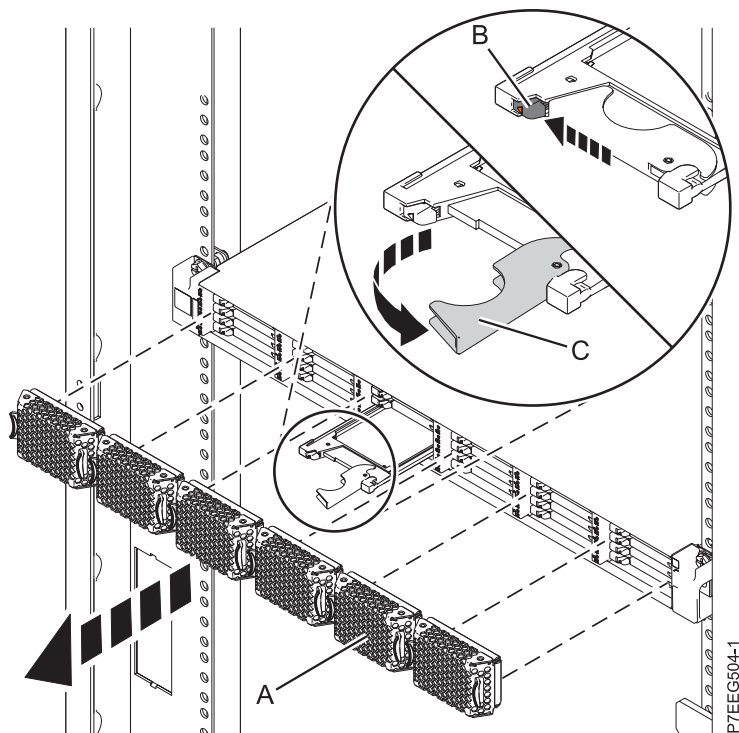

Figura 35. Extracció de la unitat d'estat sòlid des de Allotjament d'emmagatzematge EDR1 PCIe
1. Aixequeu la tapa bisellada (A) que cobreix la ranura que conté la unitat d'estat sòlid. Consulteu Figura 35 a la pàgina 57.
2. Desplaceu el pestell d'alliberació (B) amb compte per tal de desbloquejar la nansa de la unitat.
3. Agafeu la nansa (C) i feu sortir parcialment la unitat de la ranura.